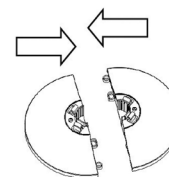

Fig. 1
1. Assemblez le socle arrière et le socle avant conformément à Fig. 1.